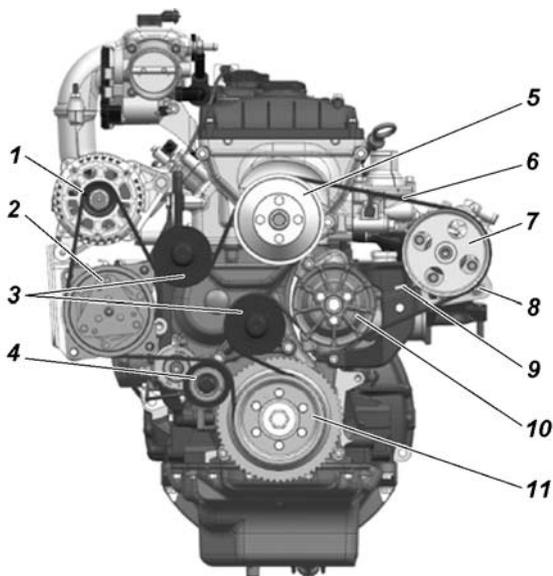

Рис. 9.8. Ремень привода агрегатов:
**На автомобилях, оснащенных кондиционером,** привод агрегатов осуществляется одним ремнем. Его натяжение регулируется автоматически (рис. 9.8). В процессе эксплуатации необходимо контролировать состояние ремня. При обнаружении его большого растяжения возможна регулировка положения насоса ГУР болтом 9 с целью обеспечения продолжения эксплуатации вытянутого ремня. Фиксация насоса ГУР болтами 8.